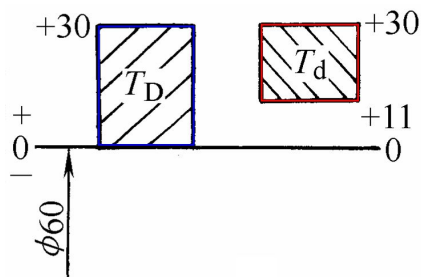

图 1
23. 关于图 1 孔 T_D 与轴 T_d 公差带配合描述正确的是 ()。